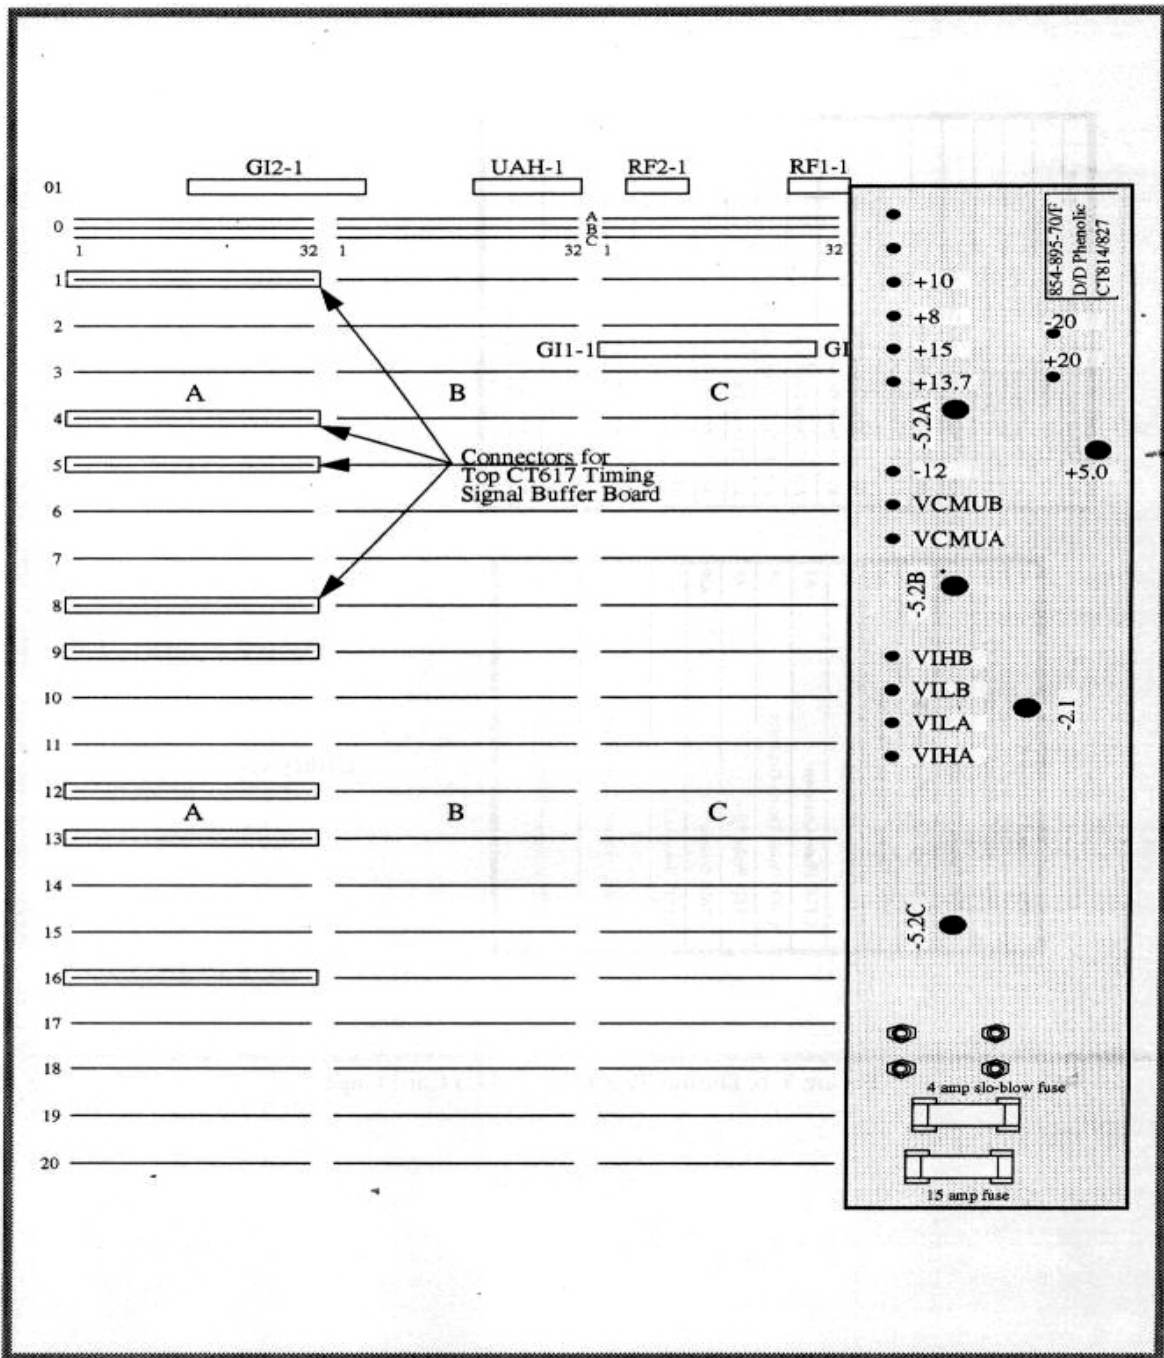

Figura 5.2 Backplane driver / detector 854-895-75 (completo)
- c. Porque los diodos de protección driver / detector para VIH (A/B) y VIL (A/B) están montados en el bloque phenolic 854-895-70, usted debe revisarlos con un ohmimetro para estar seguro que no están en corto.(Vea la figura 5.2)